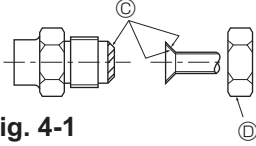

Fig. 4-1
(A) (Fig. 4-1)
(B) (Fig. 4-1)
4.2. Boruların bağlanması (Fig. 4-1)
- Geçme somunu sıkımadan önce boru ve conta bağlantı yüzeylerine ince bir tabaka halinde soğutucu yağı uygulayınız. (A)
- Boru bağlantılarını 2 somun anahtarıyla sıkınız. (B)
- Bütün geçme yatağı yüzeyine soğutucu makine yağı sürünüz. (C)
- Aşağıdaki boru büyüklüklerine uygun geçme somun kullanın. (D)